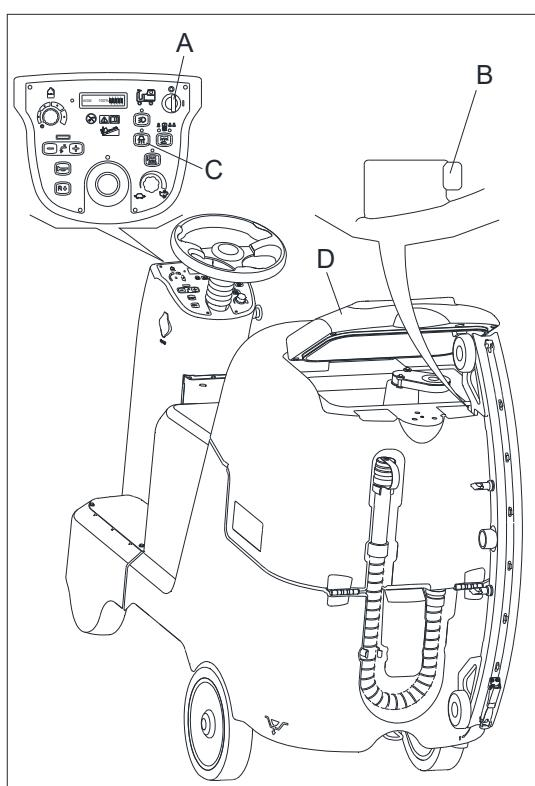

Abbildung 22
2. Drehen Sie den Zündschlüssel (A, Abbildung 22) auf "I".
8. Nach dem Reinigen des Rakels, heben Sie den Deckel des Sammelbehälters vorsichtig an (D, Abbildung 22), nehmen Sie den in den Nuten des Sammelbehälters aufgehängten Rakel (B, Abbildung 22), so dass der Sammelbehälter belüftet wurde und die Maschine leicht durch den engen Durchgang passt.